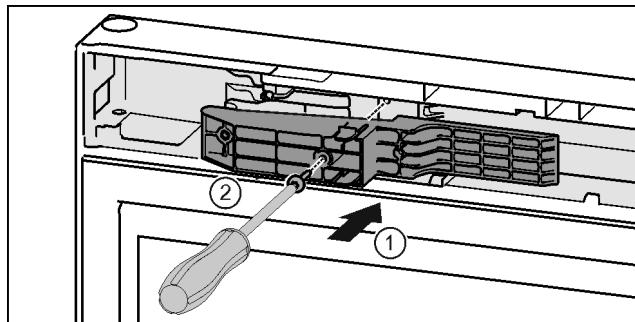

Fig. 48 \*
- ▶ Prilagodilnik na strani z ročajem vstavite v odprtino. Fig. 48 (1)\*
- ▶ Trdno privijte vijke z izvijačem T15. Fig. 48 (2)\*